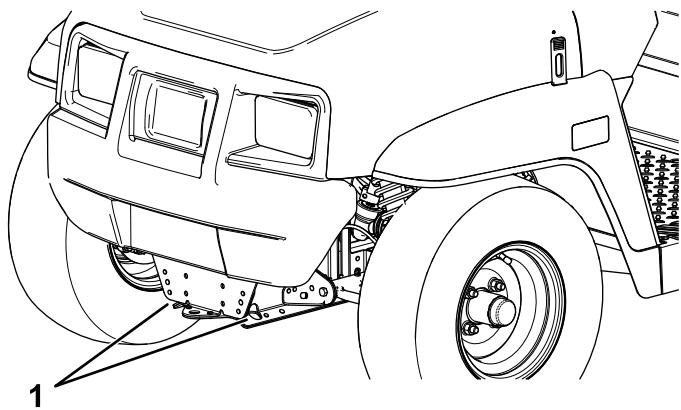
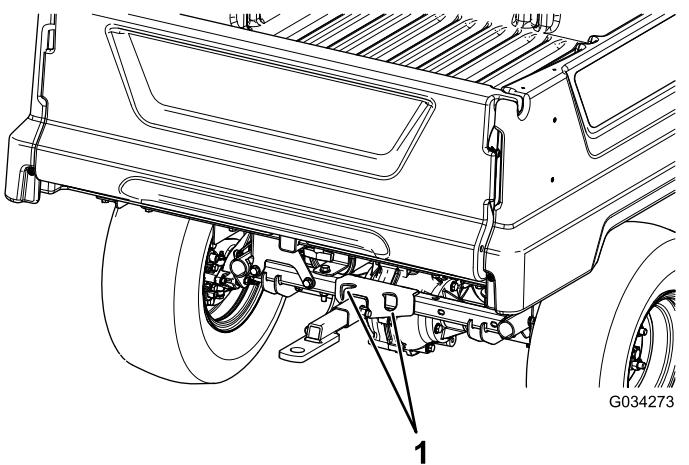

Рисунок 19
Рисунок 20
См. местонахождение точек крепления автомобиля на Рисунок 19 и Рисунок 20.
2. Прикрепите буксирный трос к тягово-цепному устройству в передней части рамы автомобиля (Рисунок 20).